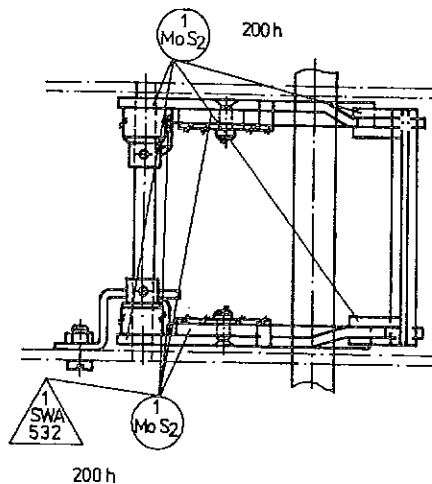

Bild 14 Schmierstellen an den vorderen und hinteren Schwingen
- Ölbohrung der oberen und unteren Schwingen für Druckstück. Ölfilz der unteren (vorderen und hinteren) Schwingen für Druckstück mit Öl tränken (Bild 14).